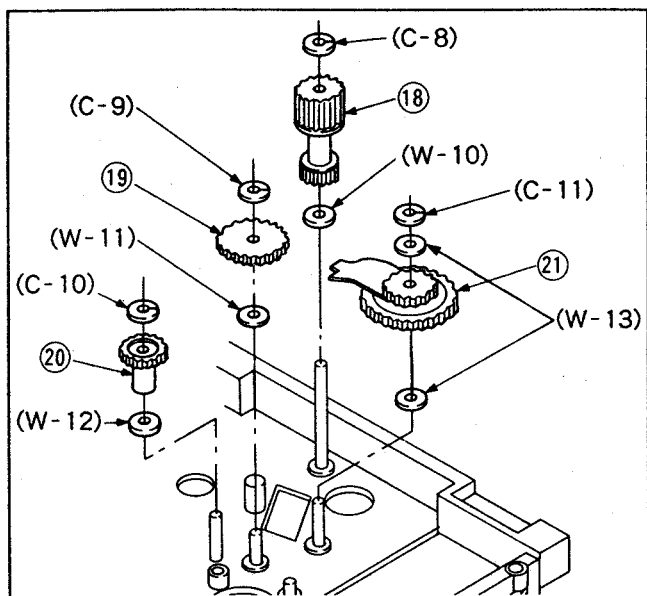

Fig. M10
- 23) Reinstall the T clutch gear unit. See Fig. M10.